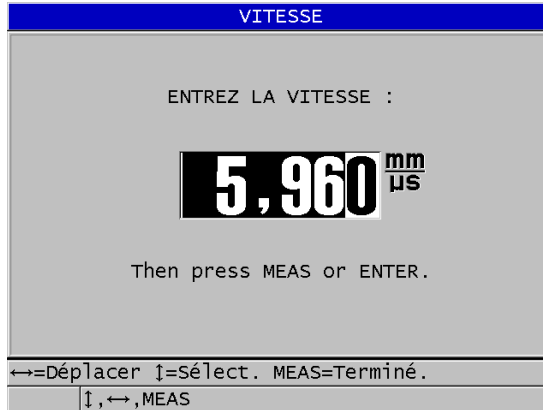

Figure 5-7 Entrée de la vitesse de propagation connue des ondes ultrasonores dans le matériau
2. Dans l'écran **VITESSE** (voir la Figure 5-7 à la page 85), utilisez les touches de direction pour modifier la vitesse de propagation selon la valeur connue.